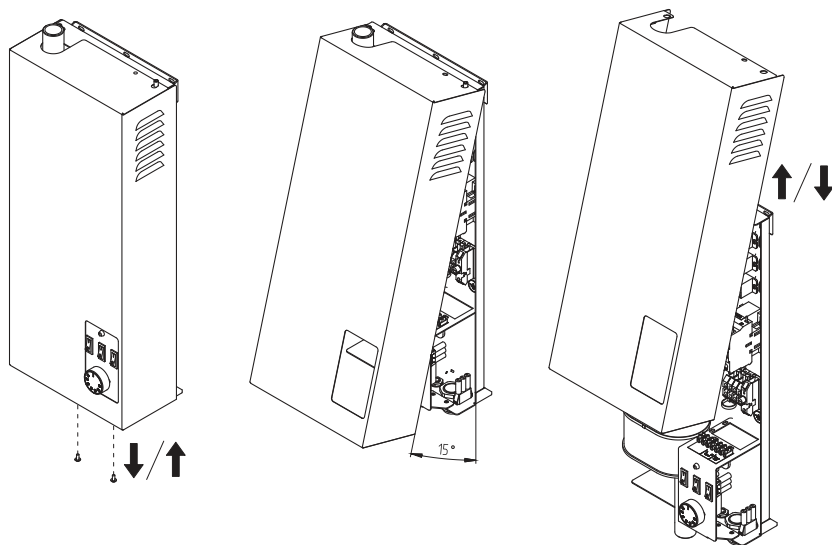

**Рис.17 Демонтаж кожуха**
- Выдвинуть на себя нижнюю часть кожуха в соответствии с **Рис.17**;
- Надеть кожух котла на зацепы в верхней части котла в соответствии с **Рис.17**;